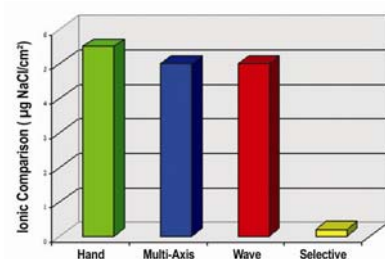

Abb. 15: Niedrigste ionische Verunreinigungen
- Niedrige ionische Verunreinigungen (Abb. 15) und niedriger Flussmittelverbrauch